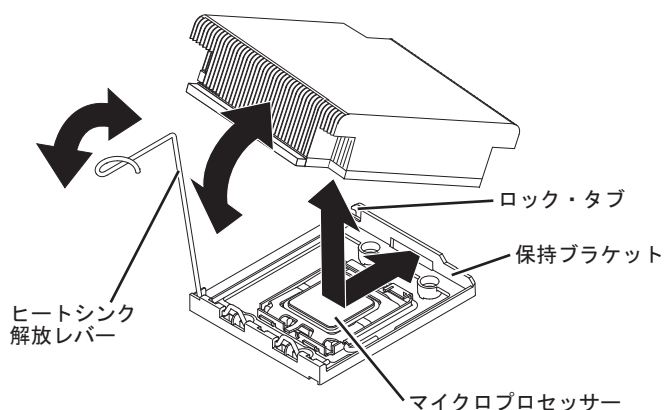

図 42. ヒートシンク解放レバー
5. ヒートシンク解放レバーを開いて、完全な開位置にします。 図 42を参照してください。